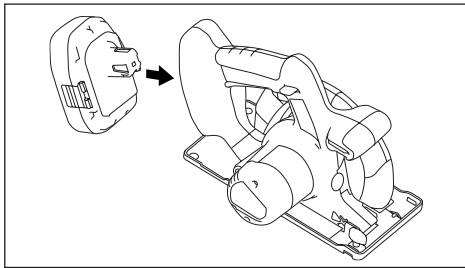

Fig. 2
1. Comment emboîter la batterie autonome: (Voir la fig. 2.)